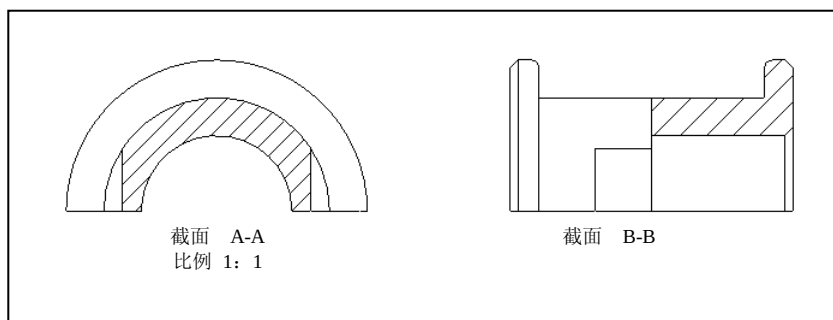

图 3.12.14 创建全、半剖视图
本范例简单地介绍了创建全、半剖视图的过程。创建全、半剖视图的关键在于创建好对应的剖截面，显然，在模型中创建剖截面是最简单的方法。本范例的工程图如图 3.12.14 所示。
Stage5. 创建图 3.12.14 所示主视图的全剖视图和左视图的半剖视图
Step7. 至此，图 3.12.14 所示的全剖和半剖视图创建完成，保存工程图。